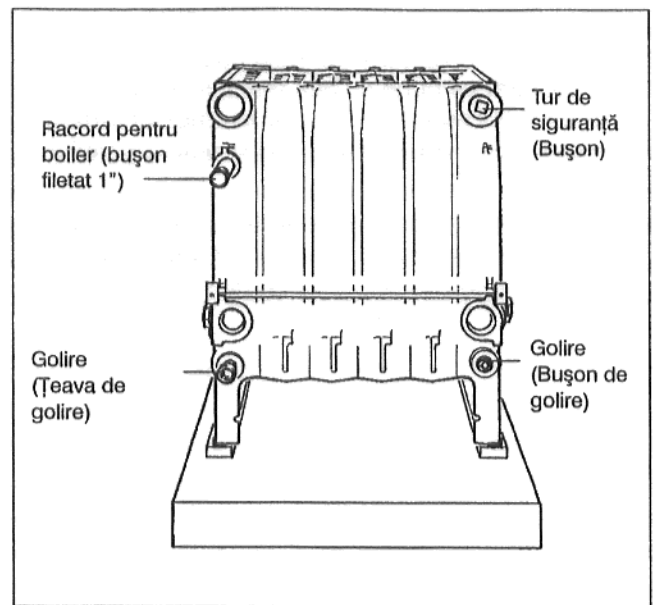

Fig. 15
- Pe partea din spate a cazanului se etanșează cu cânepă și masă de etanșare a filetului bușonul din al doilea loc de golire ca și țeava de golire pentru robinetul de umplere și golire și bușonul cu filet 1" în racordul pentru boiler (Fig. 15).